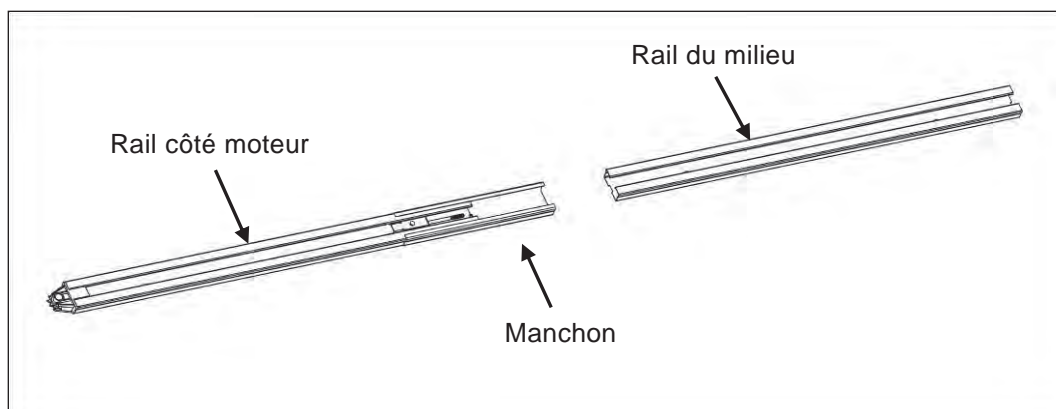

Fig. 7
1. Comme sur la figure 7, faites glisser l'extrémité du rail dans le 1^{er} manchon, faites de même avec le rail du milieu.